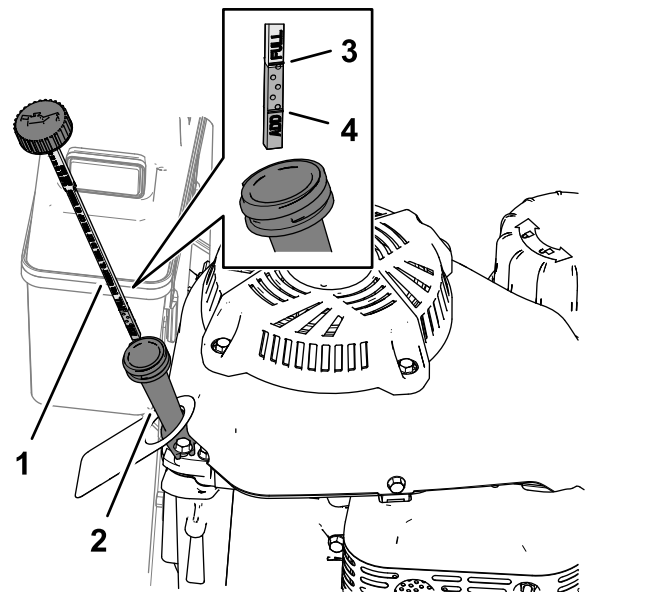

Figura 30
2. Limpie alrededor de la varilla (Figura 30).